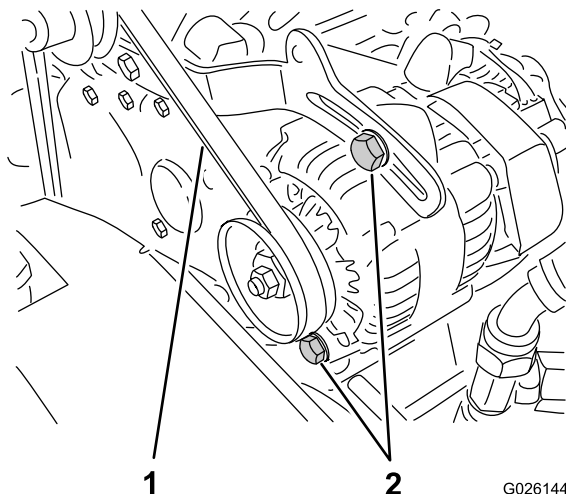

Bild 68
2. Prüfen Sie die Spannung, indem Sie eine Kraft von 10 kg in der Mitte zwischen der Lichtmaschine und den Kurbelwellenscheiben ansetzen (Bild 68).
- A. Lockern Sie die zwei Befestigungsschrauben der Lichtmaschine (Bild 68).
B. Drehen Sie die Lichtmaschine mit einer Stange, bis die richtige Riemenspannung erzielt ist. Ziehen Sie die Befestigungsschrauben dann fest (Bild 68).